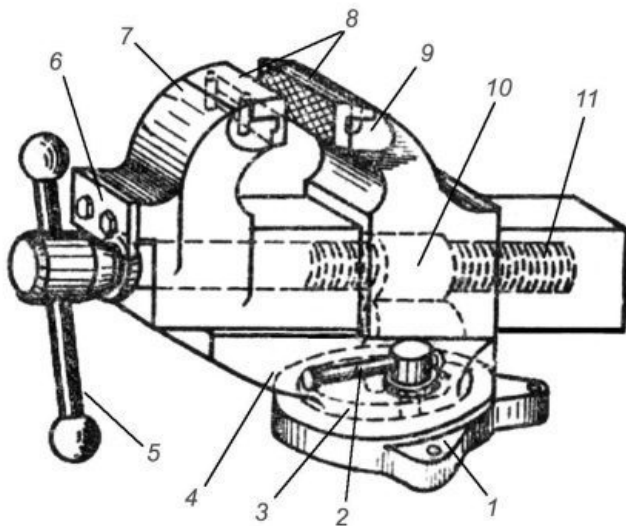

Рис. 3. Поворотные параллельные тиски:
**Поворотные параллельные тиски** (рис. 3) могут поворачиваться на произвольный угол. Эти тиски в корпусе неподвижной губки **9** имеют сквозной прямоугольный вырез, в который помещена гайка **10** зажимного винта. В вырез входит прямоугольный со сквозным отверстием призматический хвостовик подвижной губки **7**. Зажимной винт **11**, пропущенный через отверстие корпуса подвижной губки, закреплен стопорной планкой **6**. При вращении зажимного винта в ту или другую сторону при помощи рычага **5** винт будет ввинчиваться в гайку **10** или вывинчиваться из нее и соответственно перемещать подвижную губку **7**, которая, приближаясь к неподвижной губке **9**, будет зажимать обрабатываемый предмет, а удаляясь, освобождать.